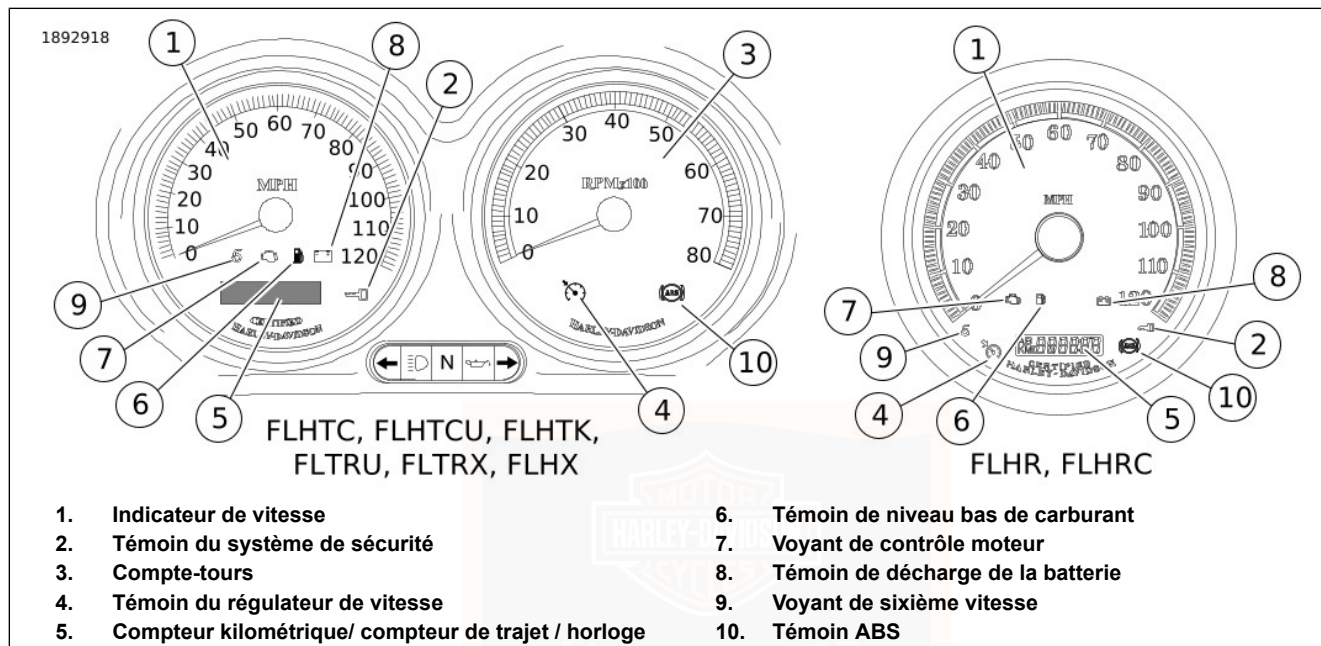

Figure 10. Voyants du tableau de bord
Voir Figure 10. Le témoin de vérification moteur se situe le long du bas de la face de l'indicateur de vitesse. Son but est d'indiquer si le moteur/le système de gestion du moteur fonctionne correctement. Le témoin de moteur est de couleur ambre.
Voir Figure 10. Un témoin de niveau bas de carburant est situé sur la face de l'indicateur de vitesse, au-dessous du centre près du témoin de vérification moteur. Le témoin de niveau bas de carburant s'allume lorsqu'il reste environ 3,8 L (1.0 USgal) d'essence dans le réservoir. Le témoin de niveau bas de carburant est de couleur ambre.
Voir Figure 10. Le témoin rouge de charge de la batterie indique la charge excessive ou insuffisante de la batterie. Voir MAINTENANCE ET LUBRIFICATION > BATTERIE : GÉNÉRALITÉS (Page 197).
Voir Figure 10. Les modèles équipés d'un régulateur de vitesse sont munis de deux témoins supplémentaires :
Voir Figure 10. Le voyant de la sixième vitesse sur la face de l'indicateur de vitesse s'allume lorsqu'on passe en sixième.
Voir Figure 10. Le témoin rouge du système de sécurité sur la face de l'indicateur de vitesse indique que le système de sécurité est activé. Voir MODULE DE SÉCURITÉ À MAINS
Voir Figure 10. Sur les modèles équipés de l'ABS, l'indicateur lumineux ABS ambré commence à clignoter lorsque la clé est au contact pour indiquer que le système est opérationnel. Il continue à clignoter jusqu'à ce que la vitesse de la moto dépasse 5 km/h (3 mph). L'indicateur restera allumé en continu seulement lorsque l'ABS détecte que le système fonctionne mal. Dans le mode de diagnostic, le témoin s'allume aussi pour indiquer la présence de codes de diagnostic d'anomalie (DTC). Consulter un concessionnaire Harley-Davidson pour tout entretien.
1. Voir Figure 10. Basculer le commutateur de RÉGULATEUR DE VITESSE vers l'avant pour activer le régulateur de vitesse. L'icône orange située sur le devant de la jauge du régulateur de vitesse constante s'allumera une fois activée.